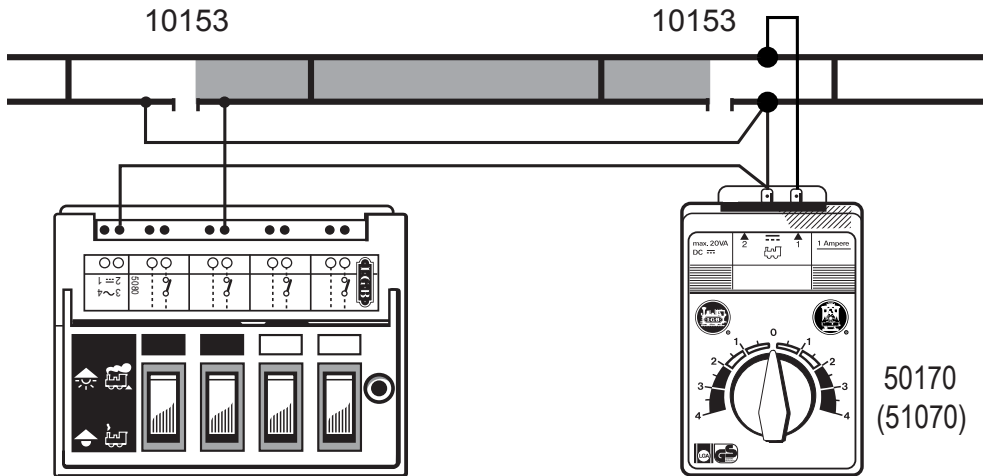

Bild 2, Ill. 2, Fig. 2
- Mit zwei Unterbrechergleisen (10153), einem LGB-Schaltpult (51800) und einem LGB-Fahrregler können Sie einen isolierten Streckenabschnitt bauen. Dann können Sie eine Lok in diesem Abschnitt anhalten, während ein andere Lok weiterfährt (*Bild 2*).
- À l'aide de deux voies de rupture (10153), d'un pupitre de commande (51800) et d'une Commande LGB, vous pouvez constituer une section de ligne isolée. A présent, vous pouvez mettre une locomotive à l'arrêt dans cette section de ligne, pendant qu'une autre continue de rouler (*Fig. 2*).